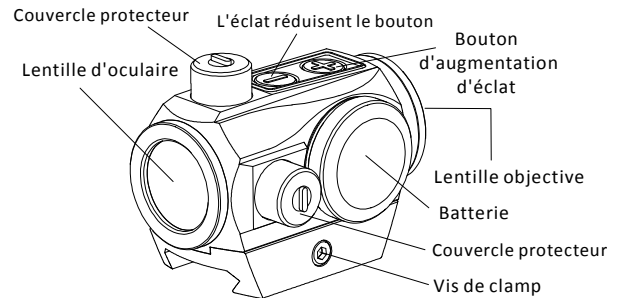

Fig. 1 PARALOW HS403G Viseur point rouge
3. D'abord ouvrez le chapeau protecteur (voir le Fig1), placez le type tournevis de fente de la vis encochée, puis tournez la vis pour redresser ou gauche pour l'ajustement. Chacun gauche ou droit - le clic est pour un déplacement de décalage équivalent à 0,5 valeurs de MOA.